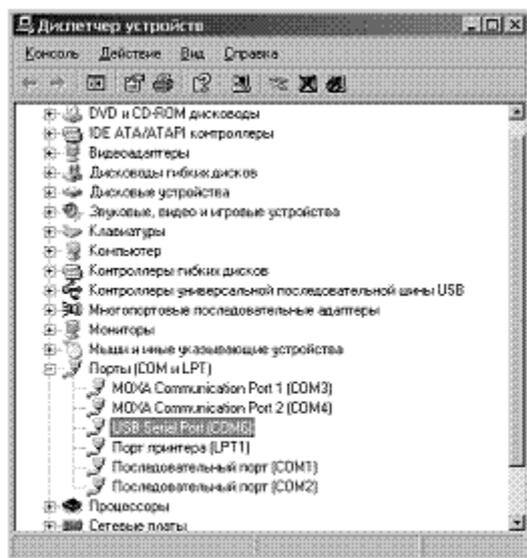

Рис. 7
5) В результате установки драйвера в системе появится виртуальный COM-порт USB Serial Port (рис. 7).